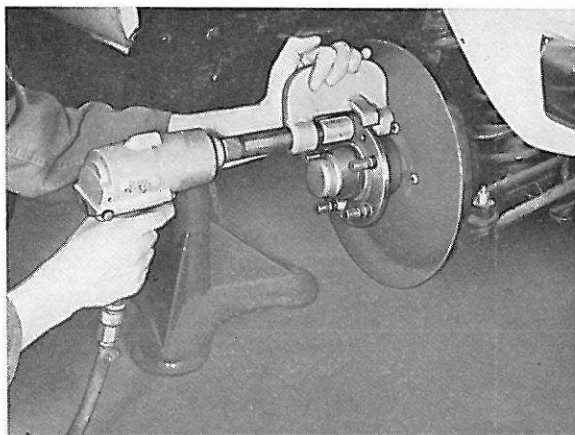

Figure 22. Montage d'un boulon de roue
6. Mettre l'outil en place comme le montre la figure 22 et faire marcher le serre-écrous pneumatique jusqu'à ce que le boulon soit complètement serré.